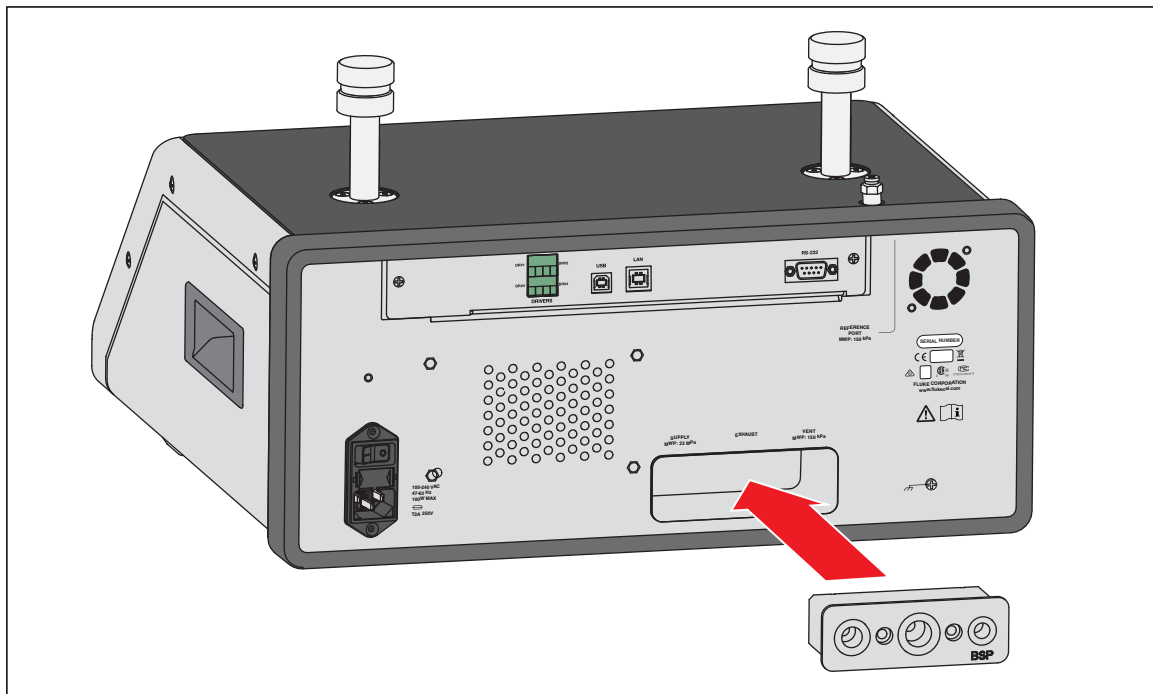

Figura 29. Instalación del colector
3. Vuelva a colocar el colector y apriete los cuatro tornillo, par de apriete: 6,2 N m (55 lbf pulg). Consulte la Figura 29.